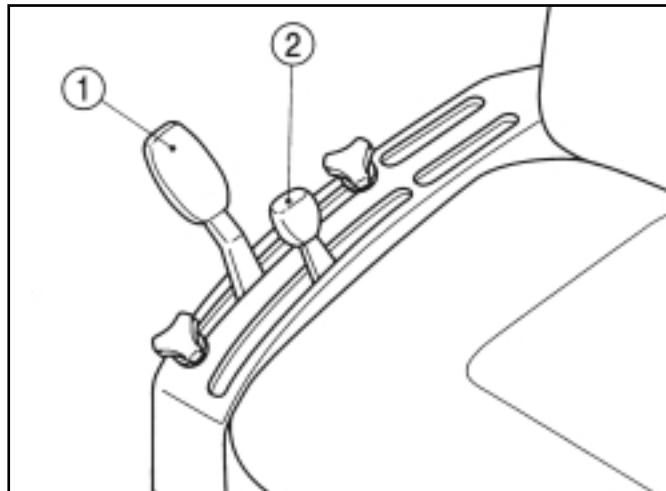

FIG. 53 / ABB. 53 / FIG. 53
Commande de la position: maintient une hauteur constante par rapport au tracteur. En tirant le levier (1) dans la Fig. 53 en arrière, vous montez l'attelage. En poussant le levier vers l'avant, vous descendez l'attelage dans la position choisie. A chaque position du levier correspond une position spécifique de l'attelage (et de l'accessoire).
Levier de contrôle d'effort: -Vous assure une hauteur/profondeur constante quand vous utilisez des accessoires (charrue, cultivateur etc...) qui s'enfoncent dans le sol. Quand vous bougez le levier (2) de la Fig. 53 vers l'avant vous augmentez la profondeur de travail. Quand vous bougez le levier vers l'arrière vous diminuez la profondeur. Quand le relief et/ou la composition du sol changent, le système soulèvera ou descendra les accessoires pour garder une charge constante du tracteur.
ATTENTION: Utilisez le levier (1) dans la Fig. 53 pendant que vous attachez/détachez un accessoire. Placez le levier (2) complètement vers l'avant.
Positionssteuerung - Halt das Hubwerk in Bezug zum Traktor stets auf gleicher Höhe. Wird der Heckhubwerk-Positionshebel (1) in Abb. 53 nach hinten gezogen, wird das Heckhubwerk (und das Anbaugerät) angehoben. Wird der Hebel nach vorn bewegt, wird das Hubwerk in die gewählte Stellung abgesenkt. Jede Hebelstellung entspricht einer bestimmten Hubwerks- bzw. Anbaugerätposition.
Zugregelung - Falls vorhanden, reguliert die Zugregelung die Höhe des Hubwerks, um für Bodenbearbeitungsgerät (Pflug, Tiefenlockerer usw.) einen konstanten Zug zu gewährleisten. Wird der Zugregelungshebel (2) in Abb. 53 nach vorn bewegt, wird die Arbeitstiefe des Anbaugeräts erhöht. Wird der Hebel nach hinten gezogen, wird die Arbeitstiefe dagegen verringert. Wenn sich Bodenkonturen und -beschaffenheit ändern, hebt oder senkt das System das Anbaugerät, damit am Traktor stets eine gleichbleibende Last anliegt.
VORSICHT: Zum Anbringen/Lösen von Anbaugerät den Hubwerk-Positionshebel (1) in Abb. 53 verwenden.
De hendel voor de positieregeling - Deze hendel houdt de driepuntshefinrichting ten opzichte van de tractor op een constante hoogte. Wanneer u de hendel voor de positieregeling (1) in Fig. 53 naar achteren zet, gaat de hefinrichting (en de werktuigen) omhoog. Wanneer u de hendel naar voren zet, zakt de hefinrichting naar de gekozen stand. Elke stand van de hendel correspondeert met een specifieke stand van de hefinrichting (en de werktuigen).
De hendel voor de regeling van de trekkracht - Als trekkrachtregeling gemonteerd is, regelt deze hendel de hoogte van de hefinrichting om een constante trekkracht van de werktuigen (ploegen, diepwoelers, cultivators, e.d.) te bekomen. Wanneer u de hendel voor de regeling van de trekkracht (2) in Fig. 53 naar voren zet, trekken de werktuigen dieper in de grond. Wanneer u de hendel naar achteren zet, trekken ze minder diep in de grond. Bij veranderende hoogte en/of bodemkenmerken zal het systeem de werktuigen optillen of neerlaten om een gelijkmatige belasting van de tractor te bewerkstelligen.
VOORZICHTIG: Gebruik de hendel voor de positieregeling (1) in Fig.53 wanneer u werktuigen los- of vastmaakt. Schuif de hendel voor de regeling van de trekkracht (2) volledig naar voren wanneer u de positieregeling gebruikt.